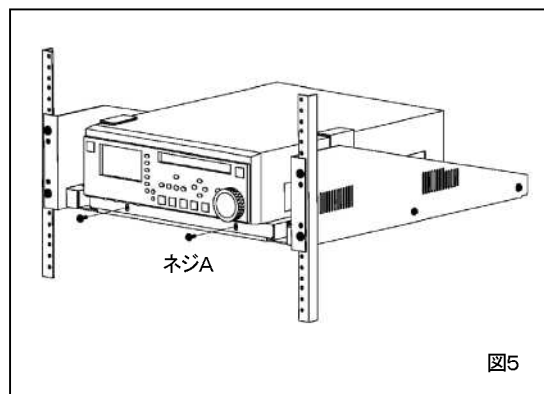

図5
5. トレーをラック内に収納し、前側からネジAを用いて固定する。(図5参照)